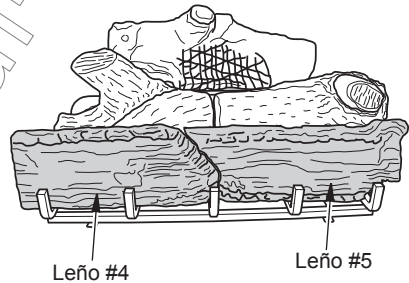

Figura 25 - Instalación Leños #4 y #5
3. Coloque el leño #4 y #5 log en el soporte de la rejilla frontal (vea la Figura 25).